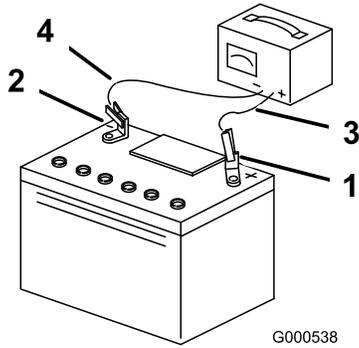

Bild 37
- Ziehen Sie, wenn die Batterie voll geladen ist, den Stecker des Ladegeräts aus der Dose. Klemmen Sie dann die Klemmen des Ladegeräts von den Batteriepolen ab (Bild 37).